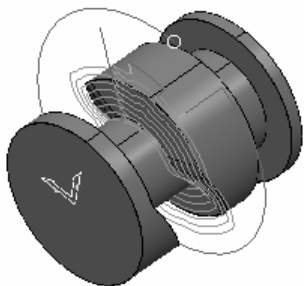

图 4-64 生成的刀具路径
2) 在“SWARF 精加工”对话框中单击“计算”按钮和“接受”按钮，确定参数并退出对话框，生成的刀具路径如图4-64所示。